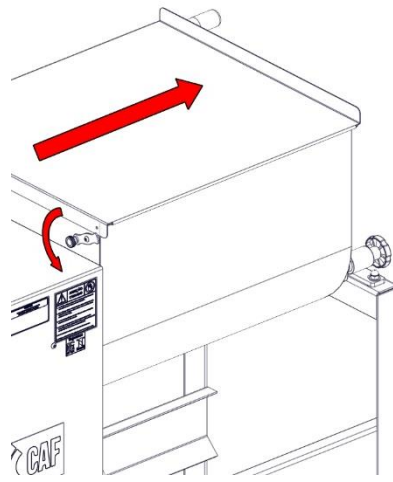

FIG. 6
2. Abasteça a misturadeira com o produto a ser processado, atentando-se à quantidade mínima de 30kg e ao limite máximo de 90kg da máquina, que não devem ser ultrapassados. Em seguida, feche a tampa e trave-a (FIG. 6);